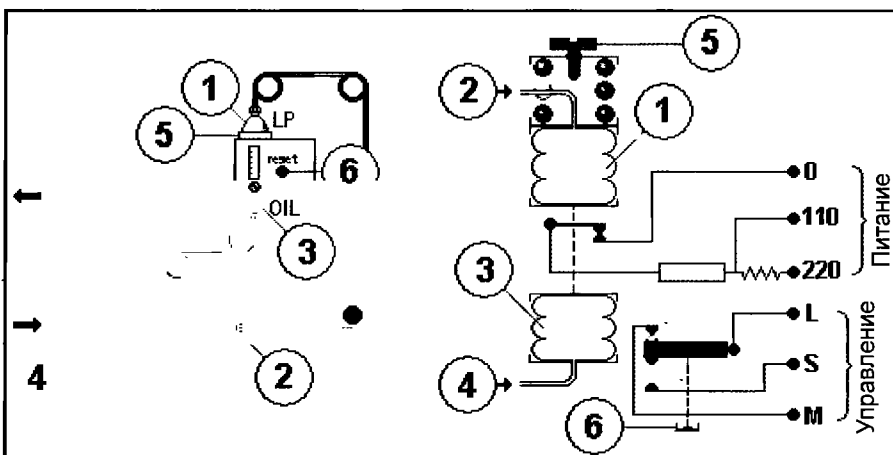

Рис. 101.1.
Реле контроля давления масла легко распознается по двум своим сильфонам, установленным друг против друга, как показано на рис. 101.1.
- Поз. 2. Капиллярная трубка верхнего сильфона, которую, как мы увидим в дальнейшем, следует подсоединить непосредственно к картеру (штуцер 2 на левой схеме рис. 101.1).
- Поз. 4. Капиллярная трубка нижнего сильфона подключается к выходу из масляного насоса (поз. 4 на левой схеме рис. 101.1).